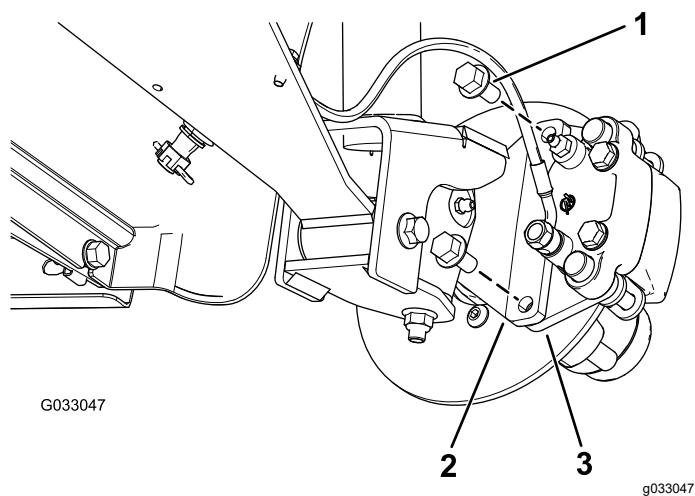
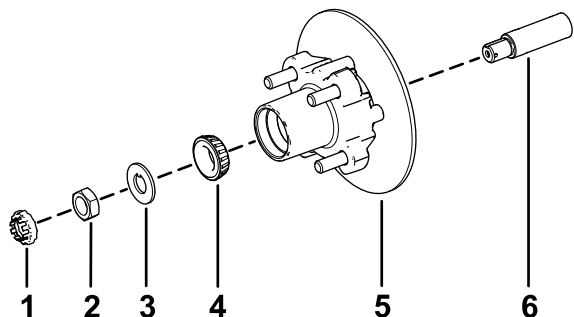

Figura 32
Figura 36
3. Togliete i bulloni a testa flangiata ($\frac{3}{8}$ " x $\frac{3}{4}$ ") che fissano la staffa del gruppo del freno al mandrino e separate il freno dal mandrino (Figura 32).
1. Lubrificate leggermente il mandrino con il grasso specificato (Figura 36).
2. Montate il mozzo e il rotore sul mandrino con il rotore verso l'interno (Figura 36).
3. Montate il cuscinetto esterno sul mandrino e inserite il cuscinetto sull'anello esterno (Figura 36).
4. Montate la rondella di sicurezza sul mandrino (Figura 36).
5. Avvitate il dado del mandrino sul mandrino e serrate il dado a 15 N·m mentre ruotate il mozzo per posizionare in sede il cuscinetto (Figura 36).
2. Allineate le pastiglie dei freni su ciascun lato del rotore (Figura 32) e i fori sulla staffa della pinza con i fori sul supporto del freno del telaio del mandrino (Figura 36).
3. Fissate la staffa del calibro al telaio del mandrino (Figura 32) utilizzando i 2 bulloni a testa flangiata ($\frac{3}{8}$ " x $\frac{3}{4}$ ").